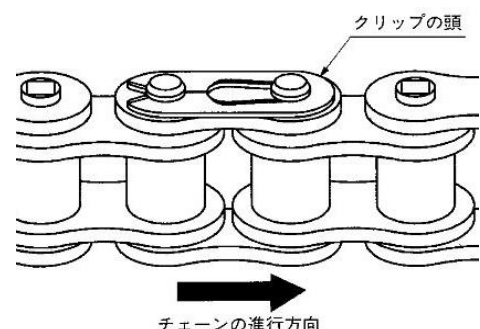

図8-21
- ・ 継手を組付ける時、クリップの頭がチェーンの進行方向になるよう取り付けてください。(図8-21)